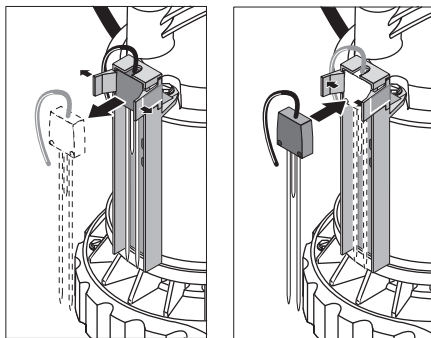

Figura 11: El interruptor se saca del soporte según se ilustra. Tenga cuidado de no abrir demasiado las lengüetas.
- 3A. Saque el interruptor de su soporte y remuévalo de la bomba (consulte la Figura 11, página 21).
Para remover el interruptor, separe las lengüetas en la parte superior del soporte lo suficiente como para deslizar el interruptor entre ellas y sacarlo. Use el cable para empujar el interruptor hacia adelante y hacia afuera del soporte (ver la Figura 11).
Para volver a colocar el interruptor, empújelo hacia atrás entre las lengüetas del soporte hasta que haya quedado plano contra la parte posterior del soporte (ver la Figura 11).